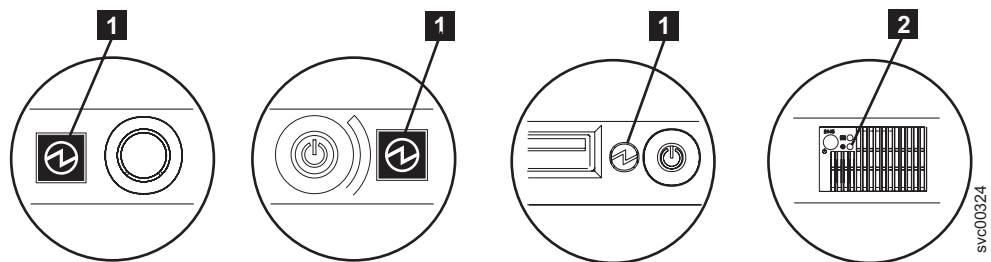

図 77. SAN ボリューム・コントローラー モデル 2145-8A4、2145-8G4、および 2145-8F4 または 2145-8F2 オペレーター情報パネル 上の電源 LED および SAN ボリューム・コントローラー 2145-4F2 フロント・パネル上の電源ライト
1. SAN ボリューム・コントローラー モデル 2145-8A4、2145-8G4、2145-8F4、および 2145-8F2 電源 LED (図 77 の **1**) または SAN ボリューム・コントローラー 2145-4F2 電源ライト (図 77 の **2**) を確認します。